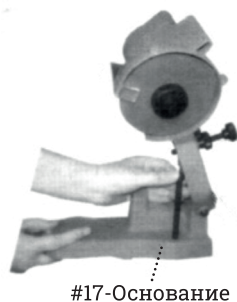

Рис. 2
2. Прикрепите (болты в комплект не входят) устройство непосредственно к верстаку через два отверстия 1/4" на основании (#17). Верстак должен иметь твердую поверхность, способную выдержать вес изделия. См. РИСУНОК 2.